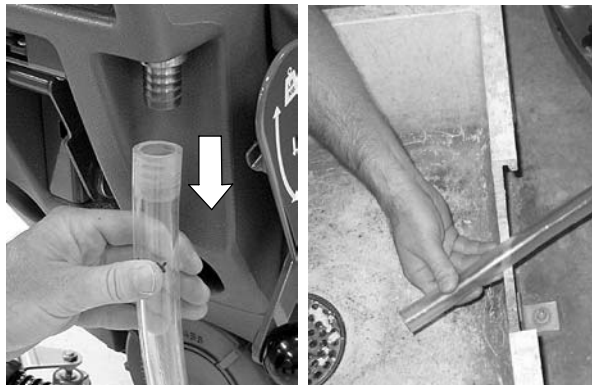

FIG. 32
1. Pour vider l'eau restante du réservoir de solution, tirez le tuyau de niveau du réservoir de solution hors du raccord de tuyau, comme illustré (Figure 32).